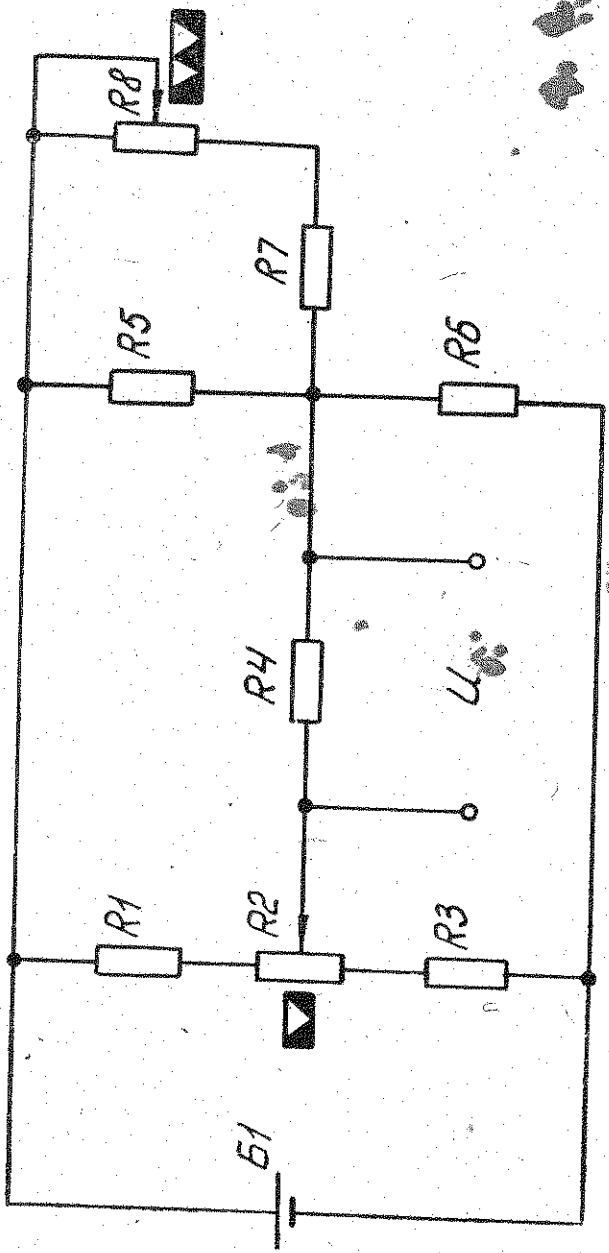

Рис. 2.
4. 5. ИРН («mV») служит для получения плавно регулируемого напряжения от минус 5 до плюс 100 mV, необходимого для проверки пирометрических милливольтметров, и выполнен по мостовой схеме (рис. 2).